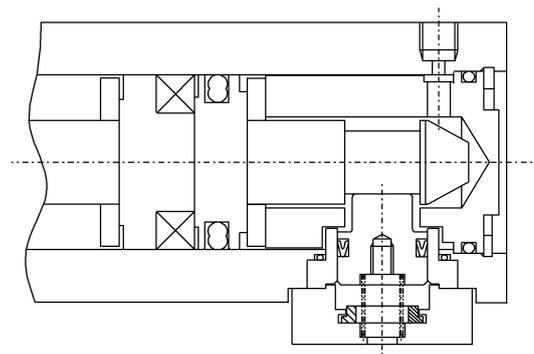

図 2
- (b) さらにシリンダのピストンがストロークエンドに近づき、スリーブの溝③がストップピストンの位置まで来るとストップピストンはスプリング③によって押し戻され、ストップピストンが溝に入り込みロックされます。(図 2)